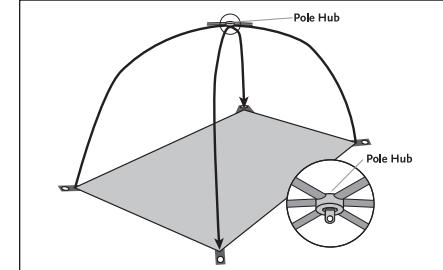

Figure 1
2. Now insert a long pole end tip into its corner grommet. Then arch the pole and insert the opposite end into the grommet diagonally across from it. Repeat this with the other long pole section. Figure 1
3. Clippez les crochets en plastique de la toile de tente sur les arceaux comme indiqué. Le crochet situé tout au sommet de la toile de tente se fixe à l'anneau métallique situé sous le système central d'arceaux. Enfin fixez les œilllets situés au-dessous de la porte de la tente au petit arceau transversal. Figure 1.
2. Stecken Sie jetzt eine lange Stange in die Schlaufe an der entsprechenden Ecke. Biegen Sie die Stange dann in der Mitte nach oben und stecken Sie das gegenüberliegende Ende in die gegenüberliegende Schlaufe. Fahren Sie mit der anderen langen Stange genauso. Abbildung 1.